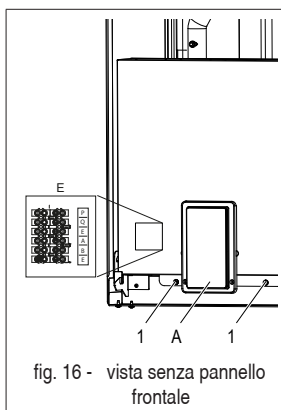

fig. 16 - vista senza pannello frontale
- svitare le due viti (part. 1 - fig. 16) sotto la scatola elettrica
- A Pannello display e tastiera (fig. 16)
La morsettiera (part. B fig. 16) si trova sul lato sinistro della scatola elettrica caldaia. La morsettiera è di tipo mammut maschio-femmina. Sul lato della morsettiera è presente un'etichetta identificativa degli 6 morsetti disponibili.